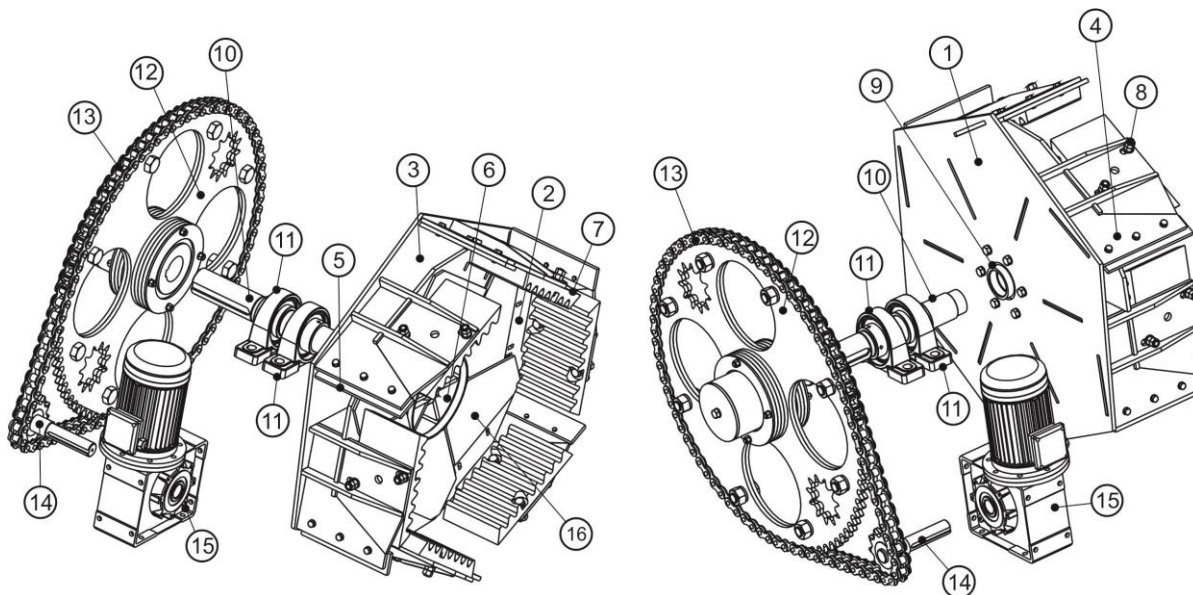

Рис. 6 Элеватор
Элеватор и его привод (Рис.6) состоят из: задней шестигранной стенки (1), лобовой стенки (2), образующих направляющие каналы (3), зачерпывающих лопаток (4) с защитными пластинами (5), центральной розетки (6), рифленых отражательных плит (7) и болтов их крепления (8), сварной резьбовой втулки (9), приводного вала (10), подшипниковых опор УСП-216 (11), большой звездочки (12), пластинчатой цепи (13), малой звездочки (14), мотор-редуктора (15), сегментов брони лобовой стенки (16).